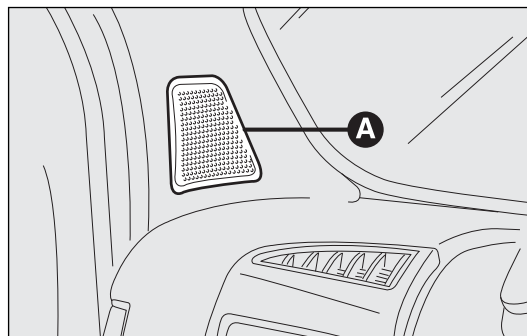

fig. 137
- 2 tweeters A situados en los montantes delanteros (potencia 30 W máx. cada uno) fig. 137;